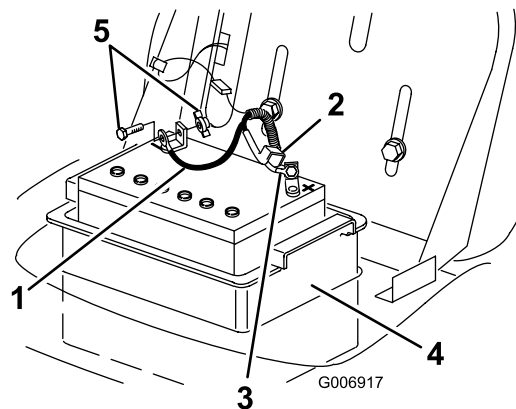

Figure 25
4. Débranchez le câble négatif (noir) de mise à la masse de la borne de la batterie (Figure 25).
5. Repoussez le capuchon en caoutchouc sur le câble positif (rouge). Débranchez le câble positif (rouge) de la borne de la batterie (Figure 25).
6. Sortez le compartiment de la batterie et la batterie du châssis (Figure 25).
1. Placez le compartiment de la batterie et la batterie dans le châssis (Figure 25).
2. Connectez le câble positif (rouge) à la borne positive (+) de la batterie à l'aide du boulon et de l'écrou papillon (Figure 25).
4. Connectez le câble négatif (noir) à la borne négative (-) de la batterie à l'aide du boulon et de l'écrou à oreilles (Figure 25).